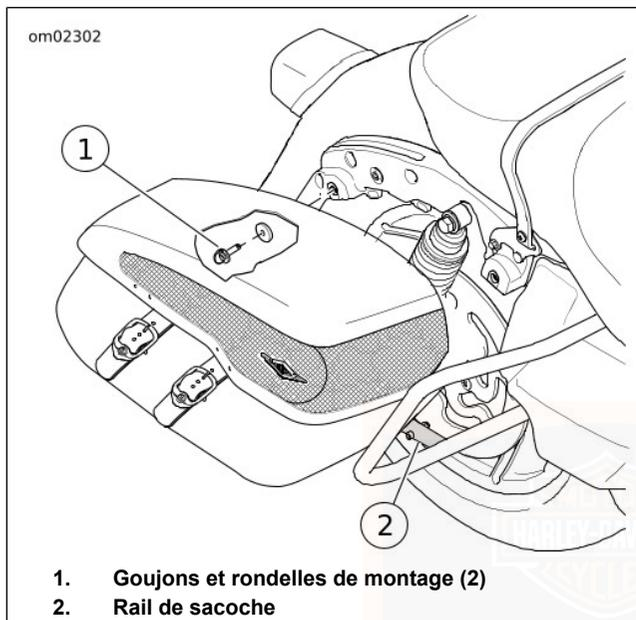

Figure 41. Dépose/installation des sacoches : FLHRC
2. Voir Figure 41. Tourner les goujons de montage d'un quart de tour dans le sens antihoraire pour désengager la sacoche du support de montage.